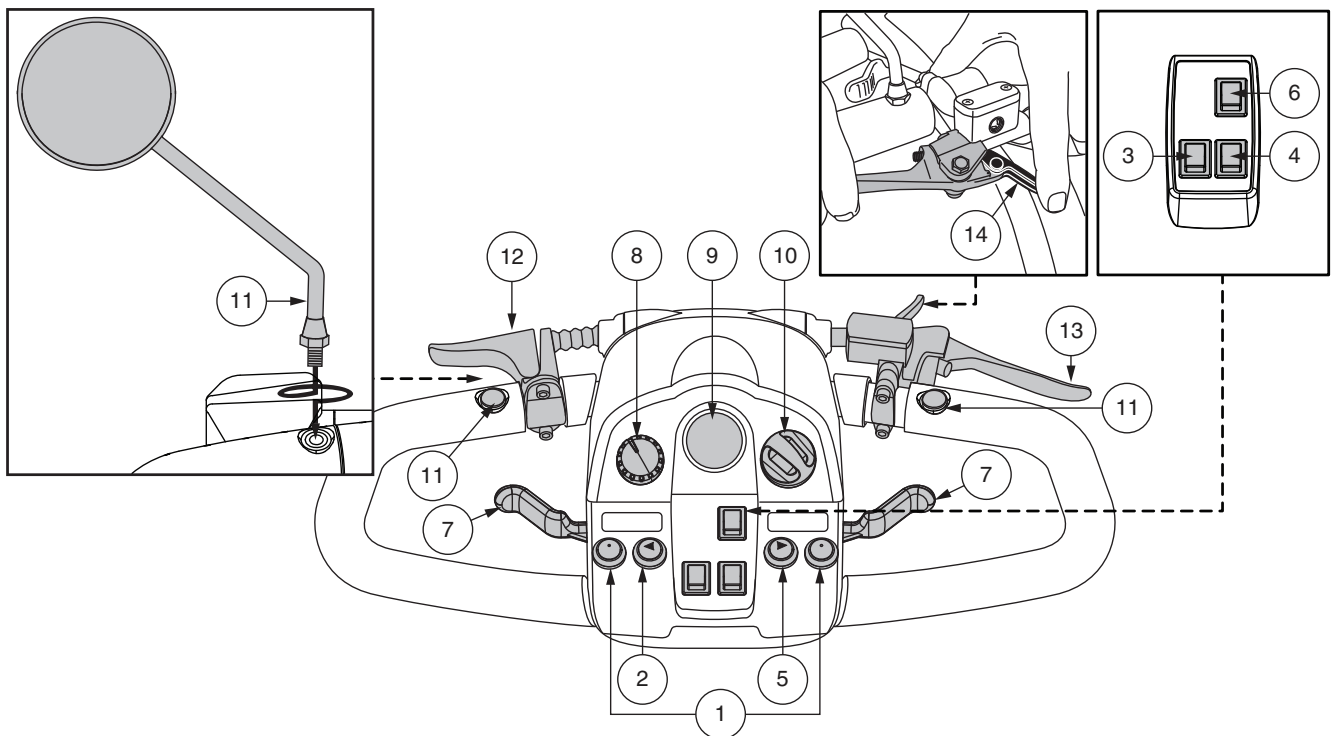

Figura 1. Consola del manillar - Estilo A
Su scooter está equipado con una palanca de freno de mano que se encuentra en el mango del timón. Consulte la figura 1 y la figura 7. Esta palanca le proporciona potencia de frenado adicional. El freno de mano es manual y funciona independientemente del sistema de frenado regenerativo de su scooter, que se activa durante el funcionamiento del scooter al soltar la palanca de control del acelerador.
**NOTE:** Si su freno de mano está equipado con una función de bloqueo como se muestra en la figura 1 o la figura 7, puede activar la función de bloqueo del freno apretando la palanca del freno de mano y girando o empujando la palanca de bloqueo para activar el bloqueo. Para liberar el bloqueo del freno de mano, apriete completamente la palanca del freno de mano. Consulte la figura 1 o la figura 7.